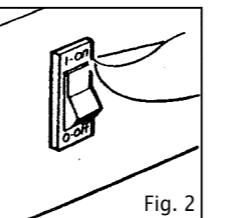

Fig. 2
- Den Schalter des Lüfters in Stellung I bringen und sich versichern, daß der Lüfter läuft. (Abb. 2)